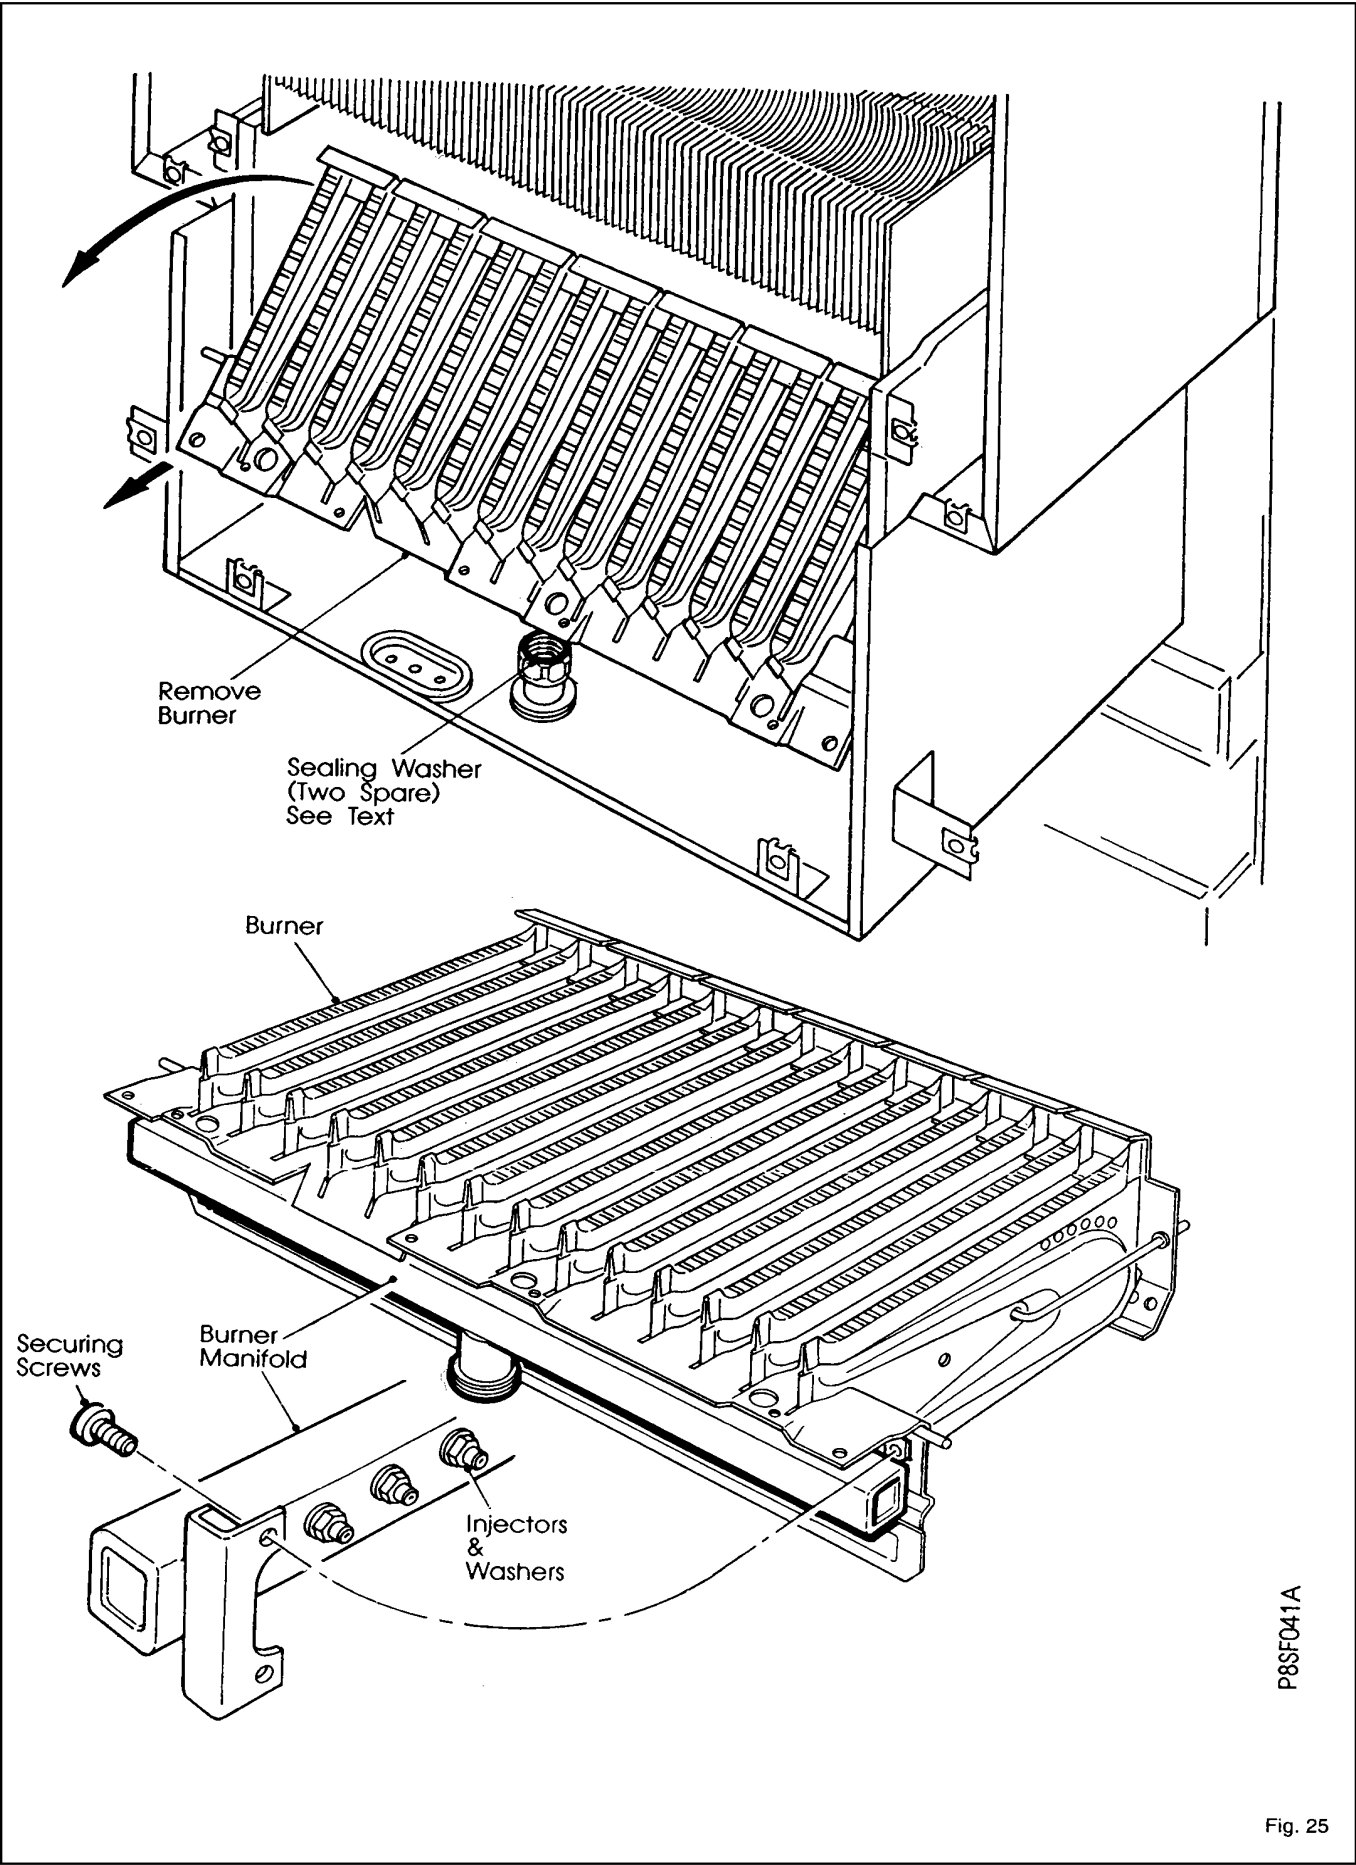

Fig. 25
5.8 Remove the Burner (Fig. 25)
(Fig. 25)